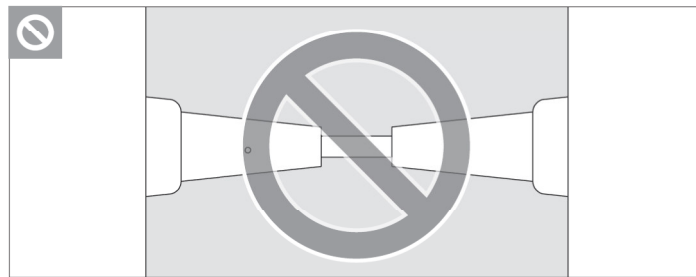

Fig. A2.01
- ⇒ Non montare due coni contrapposti. (Fig. A2.01)